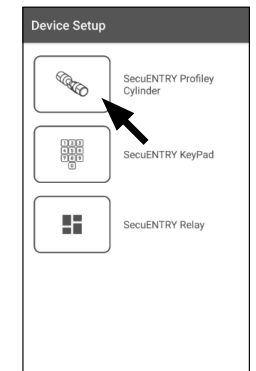

Abb. 8
- Über das dargestellte Auswahlménü tippen Sie auf „*secuENTRY Profily Cylinder*“, um Ihren secuENTRY Zylinder einzurichten (Abb. 8).